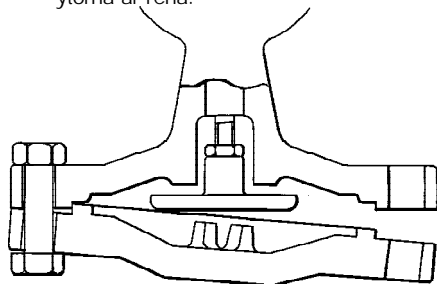

Fig. 6
5. Byt ut huvudmembranet och tryckstagsatsen (24) och sätt fast den nedre membrankammaren (29) löst på de två bultarna som sitter på varsin sida av klämringskopplingen, (se Fig. 6) så att kanten är placerad i hålrummet. Se också till att rörverket i rostfritt stål sitter i anslutningarna.
6. Sätt ihop de båda membranen och sätt dem i rätt position, men dra först upp membranplattan för att komma åt, (se Fig. 6).
7. Skjut tillbaka den undre membrankammaren när membranet är i rätt position i hålrummet och sätt tillbaka M12-muttrarna och bultarna (26). Dra åt till ett åtdragningsmoment på 95 Nm.
8. Sätt fast den långa kopplingsmutter (27) för att säkerställa att rörverket i rostfritt stål är helt tätt mot ånga.